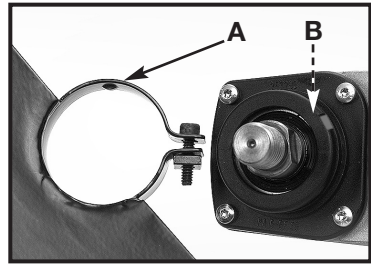

Fig. 3
2. Placer le bossage (A) Fig. 3 situé sur le flasque du capot en face de la fente (B), Fig. 3, située sur le flasque de montage du couvercle du boîtier d'engrenages.